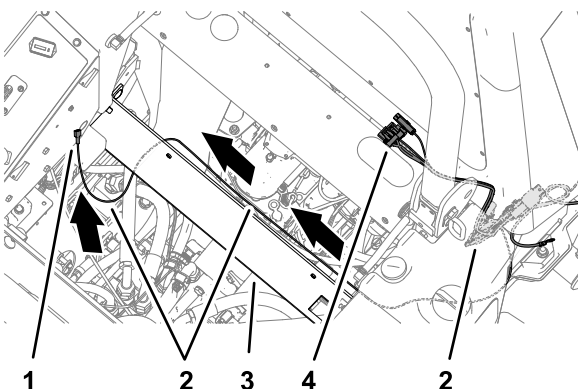

Рисунок 8
2. Проложите ответвление жгута проводов с плоским разъемом вдоль поперечного швеллера и в направлении панели доступа к крышке панели управления (Рисунок 8).